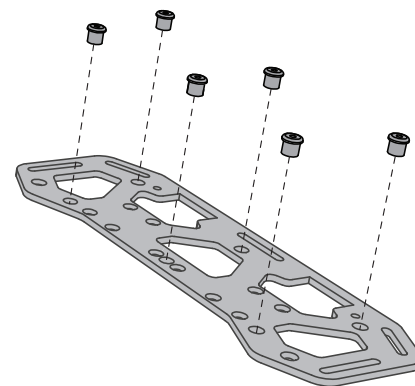

Ilustración 5: Instalación de los ojales de goma
- Instale seis ojales de goma en cada portacarga, tal y como se muestra en la **Ilustración 5**.